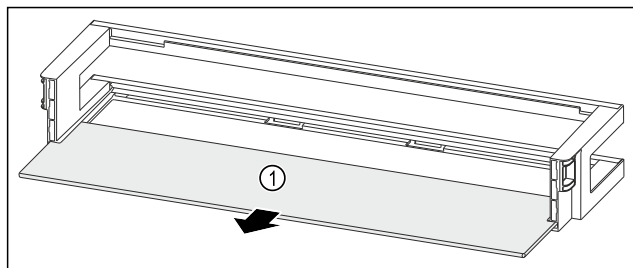

Fig. 96 Raft montat pe ușă cu raft
- Extrageți raftul Fig. 96 (1).